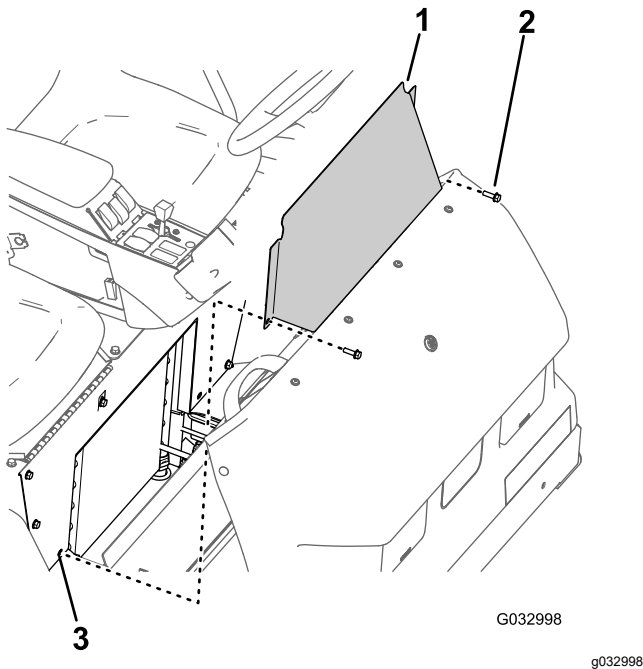

Figure 69
1. Retirez les 2 boulons à embase qui fixent le panneau d'accès à la base du siège (Figure 69).
2. Déposez de la machine le panneau d'accès de la base du siège (Figure 69).
1. Alignez les trous du panneau d'accès et les trous dans la base du siège (Figure 69).
2. Fixez le panneau d'accès à la base du siège au moyen des 2 boulons à embase (Figure 69) retirés à l'opération 1 de Dépose du panneau d'accès de la base du siège (page 61).